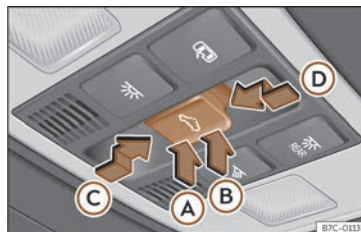

Fig. 84 En el revestiment interior del sostre: tecla del sostre de vidre.
La tecla fig. 84 té dos nivells. En el primer nivell es pot situar el sostre en la posició deflector, obrir o tancar totalment o parcialment.
- **Sostre de vidre:** abans que passin 5 segons aproximadament des de l'activació de la funció antiatrapament, premeu la tecla <> >>> **fig. 84** fins al segon nivell en el sentit de la fletxa >>> **fig. 84** ⓐ fins que el sostre es tanqui completament.